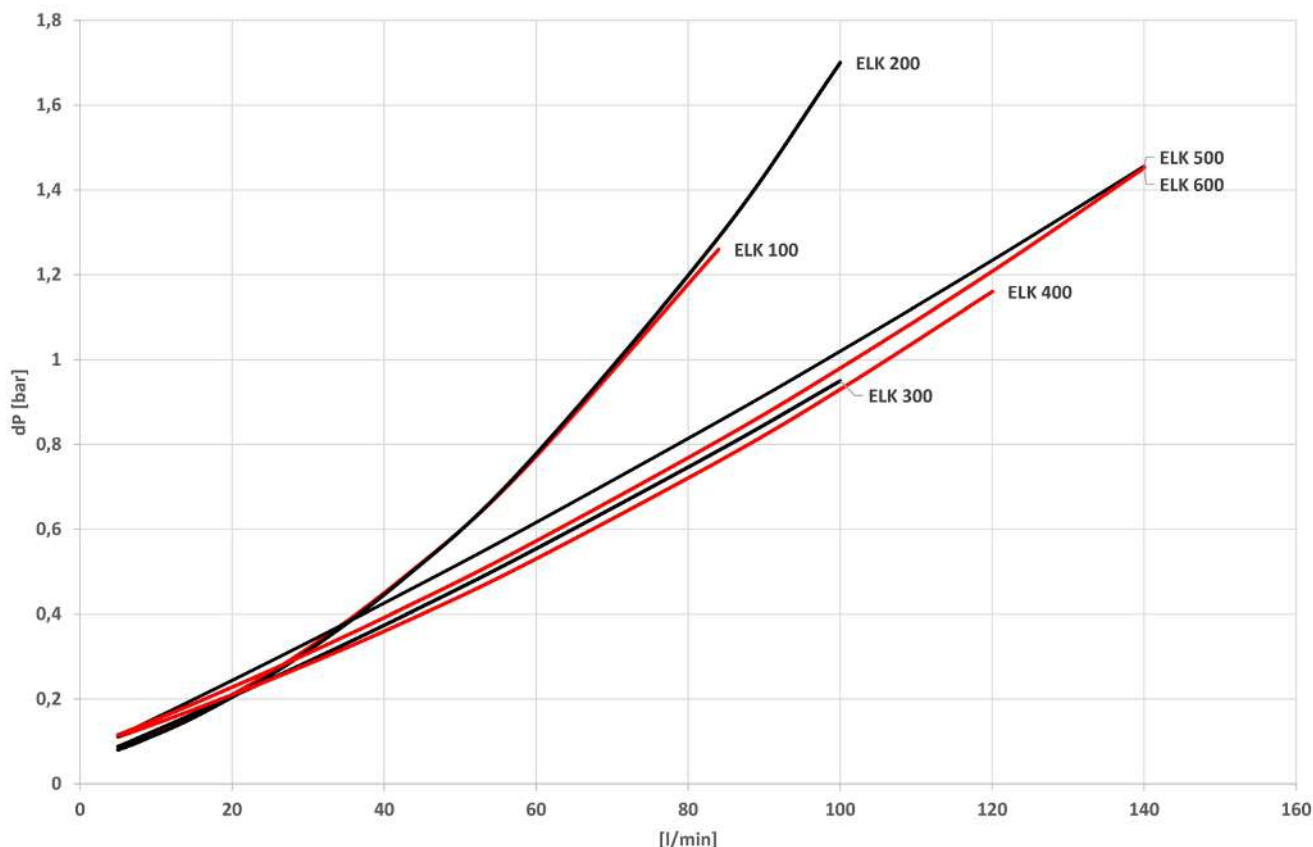

Fig. 2: Perte de pression
- Déterminer Δp à partir de la courbe de perte de pression (figure 2) au débit d'huile l/min et de la taille choisie du réfrigérant.